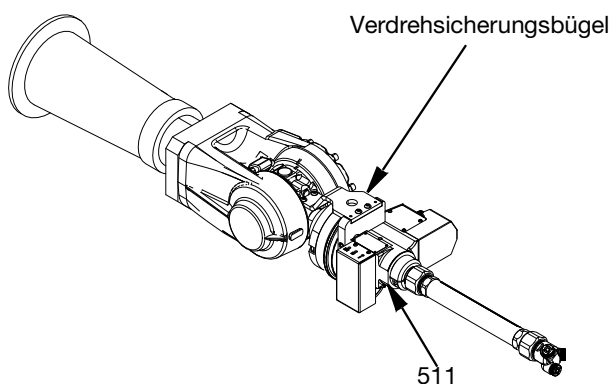

ABB. 3
Nachdem die Switch 3D Edelstahl-Pistole am Roboter montiert wurde, müssen die Verdrehsicherungsbügel mit den Sechskantschrauben am Drehgelenkgehäuse (511) und am Befestigungspunkt am Roboter befestigt werden. Die exakte Montage der Verdrehsicherungsbügel hängt vom verwendeten Roboter und dem verwendeten Bausatz ab. Ein Installationsbeispiel finden Sie in ABB. 3, die Teilenummer des Drehgelenkgehäuses auf Seite 31.